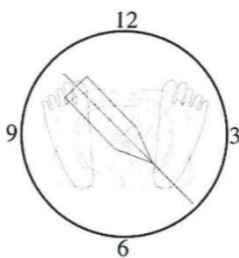

Figura 2
- Ajuste el puntero de la aguja de modo que la aguja quede perpendicular a la fosa oval (esta posición suele encontrarse entre las 3 y las 5 horas en un reloj visto desde los pies del paciente). (Consulte la figura 2. y su ampliación en 2.9).